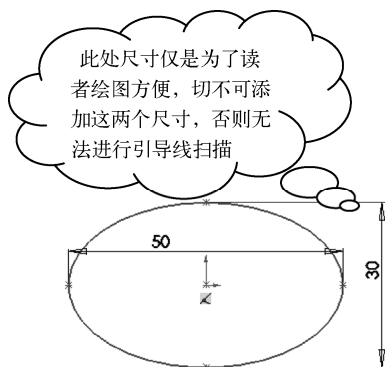

图 3-33 绘制轮廓曲线
STEP 1 在前视基准面中绘制如图 3-33 所示的草绘图形 (注意此处无需添加尺寸和约束), 作为扫描的轮廓曲线。